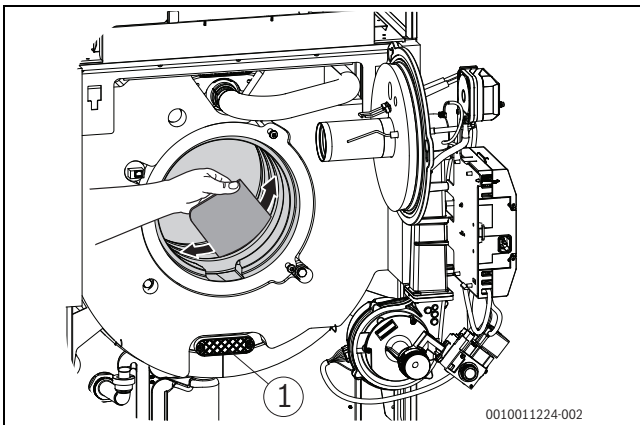
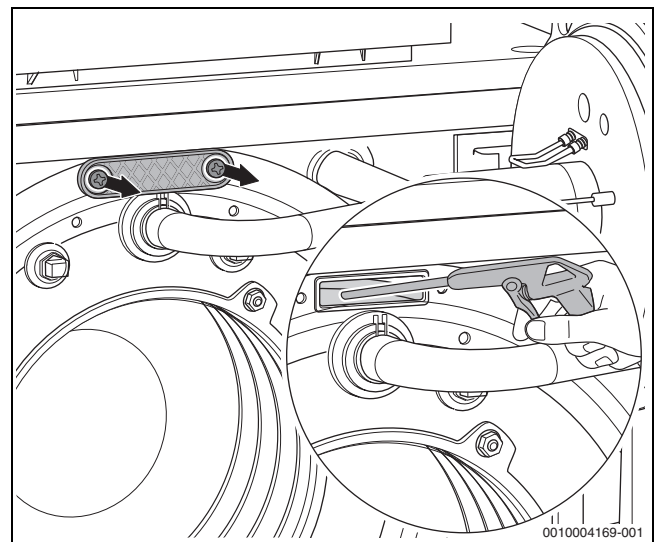

Bild 55 Heizgasspalte mit Reinigungsspachtel reinigen
Bild 56 Wärmetauscher mit Sprühlanze reinigen
- ▶ Reinigungsdeckel (→Bild 55, Seite 37, [1] und Bild 56) abnehmen.
- ▶ Lose Partikel mit Wasser (z. B. Sprühlanze) aus Feuerraum und Abgasmantel spülen (→Bild 56).
- ▶ Heizgasspalte mit Reinigungsspachtel reinigen (→Bild 55, Seite 37).